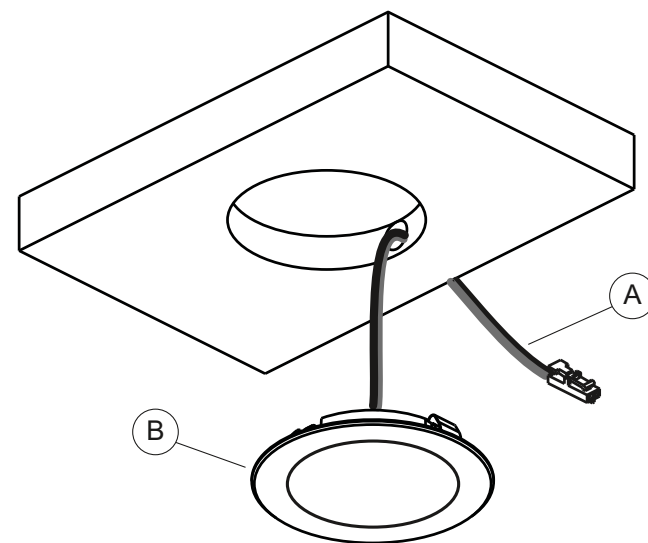

Fig 2
- Insert the power supply cable (A) into the hole and then install the light (B), applying light pressure until it is completely fitted as illustrated in figure 2.
- Das Netzkabel (A) in die Bohrung einführen, dann den Strahler (B) vorsichtig bis zum Anschlag eindrücken (Abb. 2).